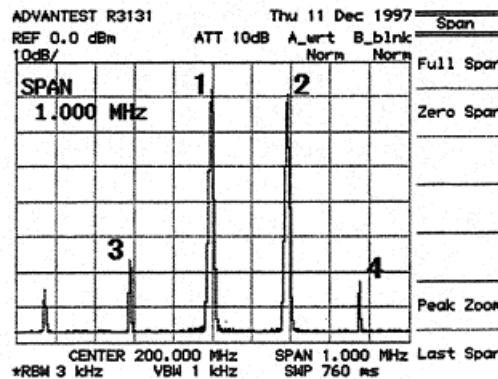

Abbildung 44; Anzeige mit Intermodulations-Signalen
- Drücken sie LEVEL, ATT AUTO/MNL, 3,0 und GHz(dB). Dadurch wird die Eingangsdämpfung auf 30dB erhöht. Jetzt beträgt der Eingangspegel am Mischer –40dBm, und es entstehen keine Intermodulations-Signale mehr (die Spitzenpegel 3 und 4 in Abbildung 44).